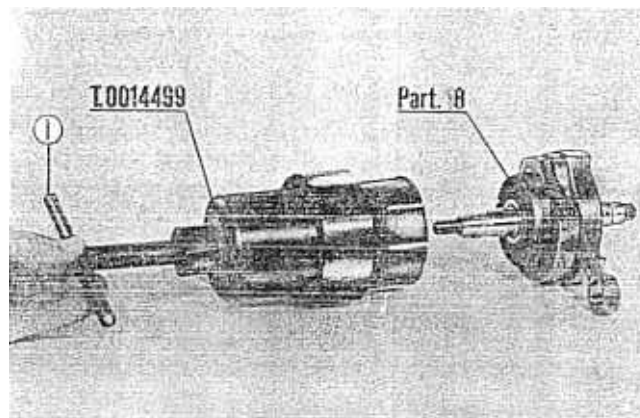

Fig. 12 D
Trazar dos signos de referencia, uno sobre el cárter y el otro en correspondencia sobre el soporte bobinas, para tener referencia al remontaje y asegurar el calaje mecánico, posteriormente desatornillar los tornillos de fijación y quitar el soporte. En los modelos Vespas PK 125-75 S y modelos ELESTART, tanto el estátor como el cárter llevan signos de referencia; al montaje, para obtener el calaje mecánico, bastará con alinear los dos signos (solución DUCATTI) (Ver pág. 83, fig. 12 M). No obstante, al montaje efectuar siempre la puesta a punto. (Ver pág. 81.)
**Fig. 12 D. Pista interior cojinete de rodillos del cigüeñal:** Aplicar el extractor T. 0014499 con los semianillos específicos (part. 8, como indica la figura); posteriormente actuar sobre el mango «1» hasta que la pista sea desmontada de su alojamiento.